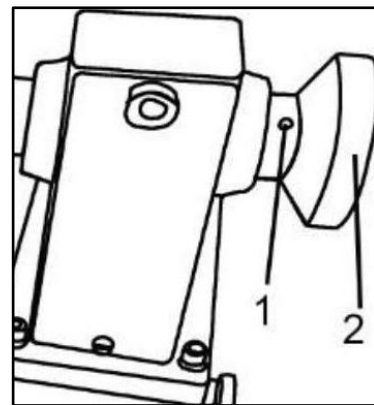

图 21
- 将（图 21）中的 2 驱动箱外侧手轮的紧固螺钉 1 拧松后，再将手轮 2 顺时针方向旋下来。
- 后用一胶锤将驱动轴沿（图 21）中箭头所指方向将轴敲出至皮带可以取出即可。后更换上新的皮带。